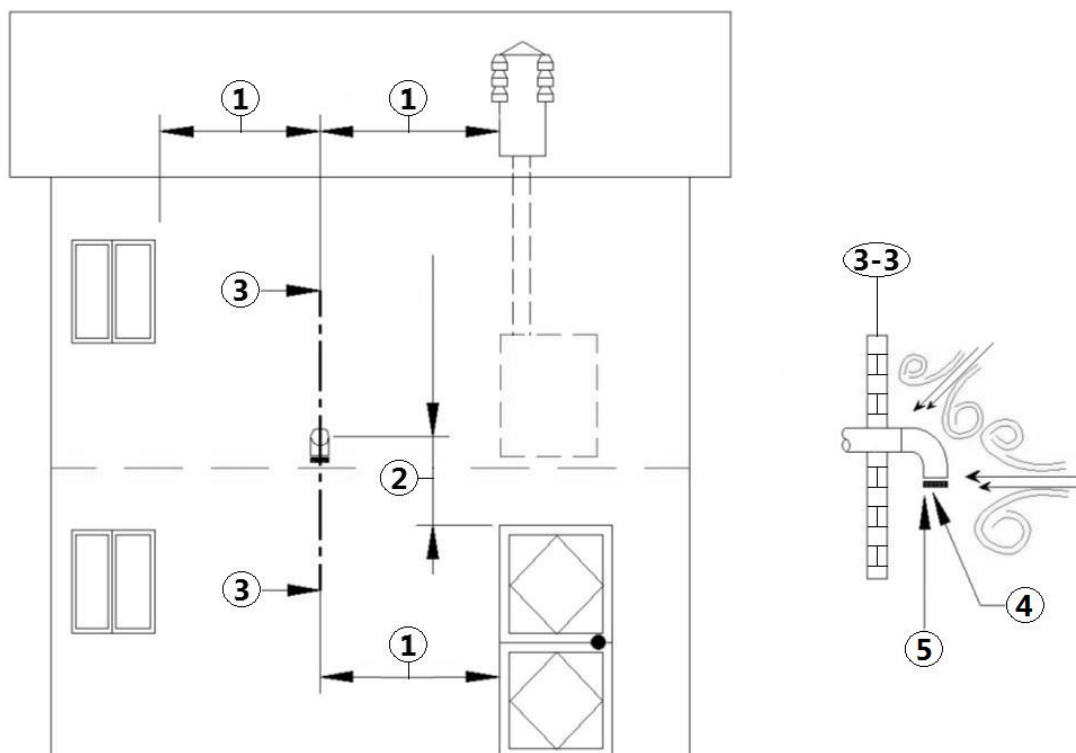

Fig. 8 - Air comburant
LÉGENDE Fig. 8 à page 31
- Sur un mur extérieur, il est nécessaire d'installer un coude de 90° pour protéger l'afflux d'air comburant contre les effets du vent: tourner l'ouverture du coude vers le bas, voir **Fig. 8 à page 31**.